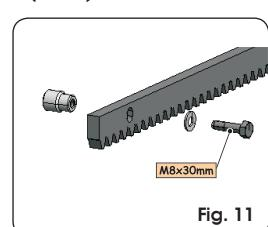
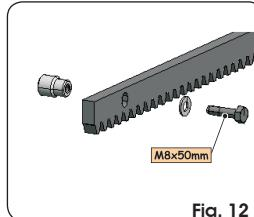
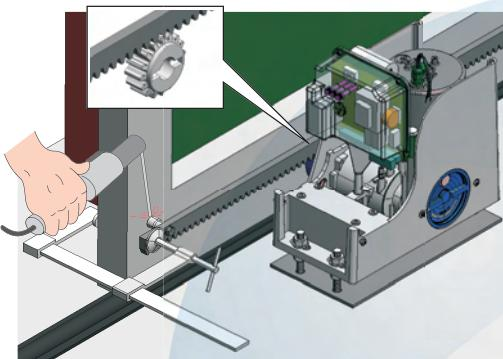
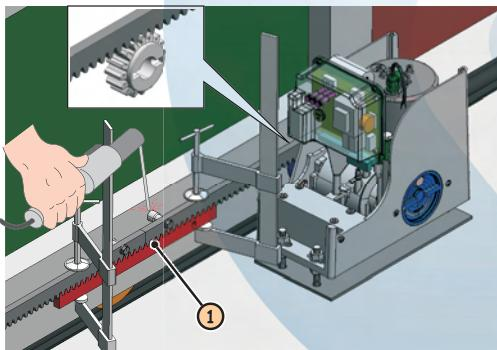

Fig. 11
Fig. 12
Fig. 13
Fig. 14
5.4.1. CREMALLERA DE ACERO PARA SOLDAR (Fig.11)
- ① Monte los tres pasadores roscados sobre el elemento de la cremallera, colocándolos en la parte superior de la ranura. De este modo el juego en la ranura permitirá efectuar las regulaciones que fueran necesarias.
- ② Coloque manualmente la hoja en posición de apertura.
- ③ Apoye sobre el piñón la primera pieza de cremallera comprobando que esté perfectamente horizontal y suelde el pasador roscado en la cancela como se indica en la Fig.13.
- ④ Mueva manualmente la cancela, comprobando que la cremallera se apoye sobre el piñón y suelde el segundo y el tercer pasador.
- ⑤ Acerque otro elemento de cremallera al precedente utilizando, para sincronizar la dentadura de los dos elementos, un trozo de cremallera como se indica en la Fig.14 ref. ①.
- ⑥ Mueva manualmente la cancela y suelde los tres pasadores roscados prosiguiendo hasta la cobertura completa de la cancela.
5.4.2. CREMALLERA DE ACERO PARA ENROSCAR (FIG. 12)
- ① Coloque manualmente la hoja en posición de apertura.
- ② Apoye sobre el piñón la primera pieza de cremallera e intercale el distanciador entre la cremallera y el borde de la cancela. Compruebe con un nivel de burbuja que la cremallera esté perfectamente horizontal y marque con un lápiz el punto de taladrado.
- ③ Taladre con una broca de Ø 6.5 mm, y enrosque con macho de M8. Atornille el perno.
- ④ Mueva manualmente la cancela, comprobando que la cremallera se apoya sobre el piñón y repita las operaciones indicadas en el punto ③.
- ⑤ Acerque otro elemento de cremallera al precedente utilizando, para sincronizar la dentadura de los dos elementos, un trozo de cremallera como se indica en la Fig. 14 ref ①.
- ⑥ Mueva manualmente la cancela y realice las operaciones de fijación como para el primer elemento, prosiguiendo hasta la cobertura completa de la cancela.